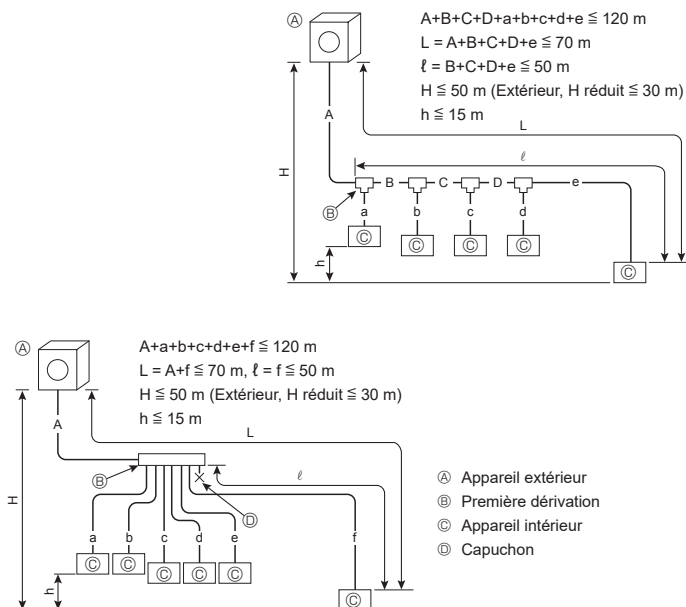

Fig. 4-1
Se reporter à la Fig. 4-1, 4-2.
4.1.1. Raccordement sans boîtier de dérivation (Fig. 4-1)